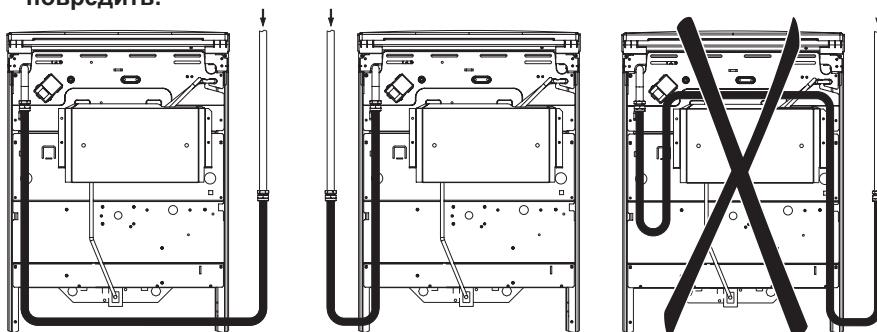

рис. 4
- гибкий присоединительный рукав не должен проходить в зоне горячего воздуха дымохода и касаться задней стенки плиты (рис. 4);
Помните! После установки плиты на место обязательно проверьте положение гибкого шланга подвода газа и шнура питания (рис. 4). Они не должны проходить над дымоходом и касаться задней стенки плиты. Во время работы духовки там возникает высокая температура, которая может их повредить.